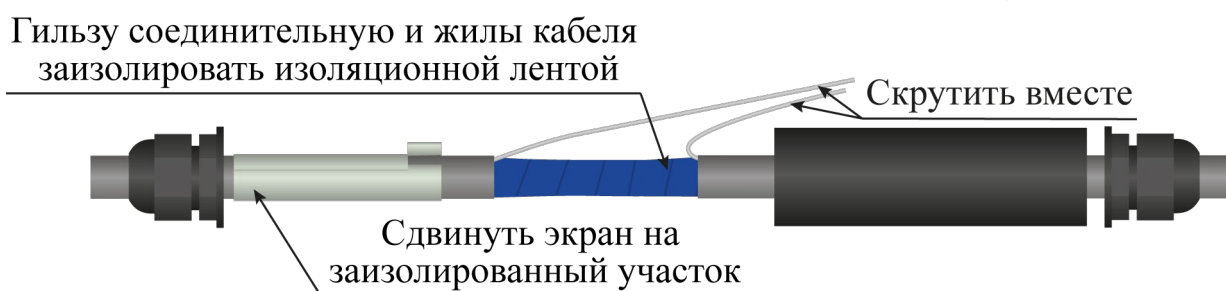

Рисунок 4.16
- гильзу соединительную и жилы кабелей заизолировать изоляционной лентой (рисунок 4.16);
- экранные проводники ремонтируемых кабелей уложить в одном направлении, скрутить вместе (рисунок 4.16);
- сдвинуть экран муфты соединительной на место соединения ремонтируемых кабелей (рисунок 4.16);